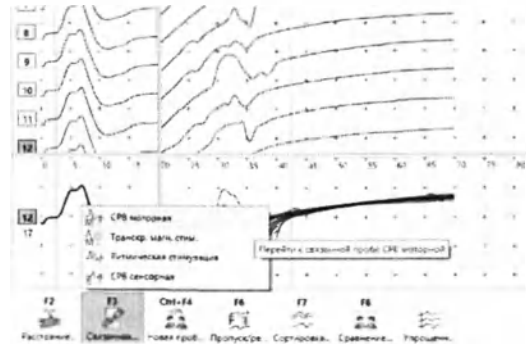

Рис. 149. Переход из пробы «F-волна» в другие связанные пробы
9. Переход в связанные пробы «СРВ моторная», «СРВ сенсорная», «Магнитная стимуляция», «Ритмическая стимуляция» производится с помощью клавиши [F3]. Если данной связанной пробы нет, то она создается (рис. 149).